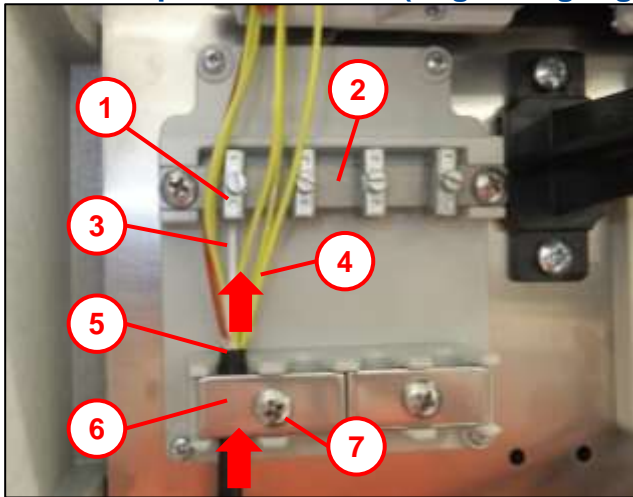

Abb. 27
- Pos. 3** Organizermodul (Basiselement) zur Aufnahme der Kassetten (siehe auch Abb. 27)